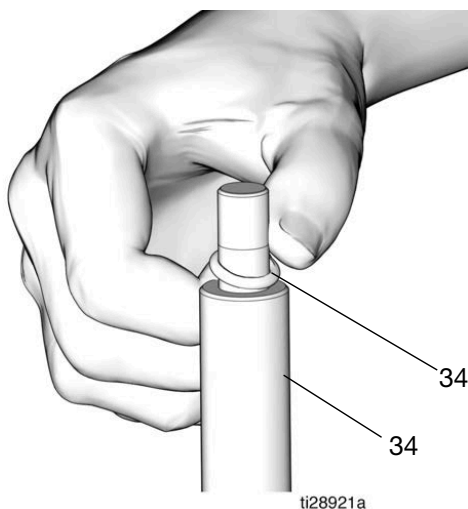

FIG. 29
5. Appliquez une fine couche de graisse sur le joint torique (34a). Posez le joint torique sur les rainures de la tige de piston (34) (FIG. 29).